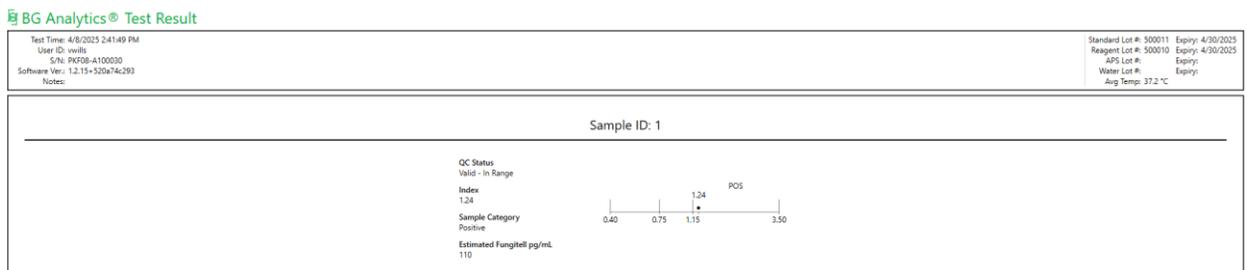

Figure 17. Rapport de résultats de test BG Analytics® pour un échantillon avec un résultat positif
BG Analytics® affichera le rapport du Résultat de test. Un exemple de rapport est présenté à la figure 17.
- Statut du contrôle qualité (CQ)
- a. Les valeurs d'indice se situant entre 0,40 et 3,50 seront indiquées dans le graphique. L'indice indéterminé sera marqué entre 0,75 et 1,15. Un exemple de prélèvement avec un statut du CQ valide et la valeur de l'indice indéterminé est illustré à la Figure 17.